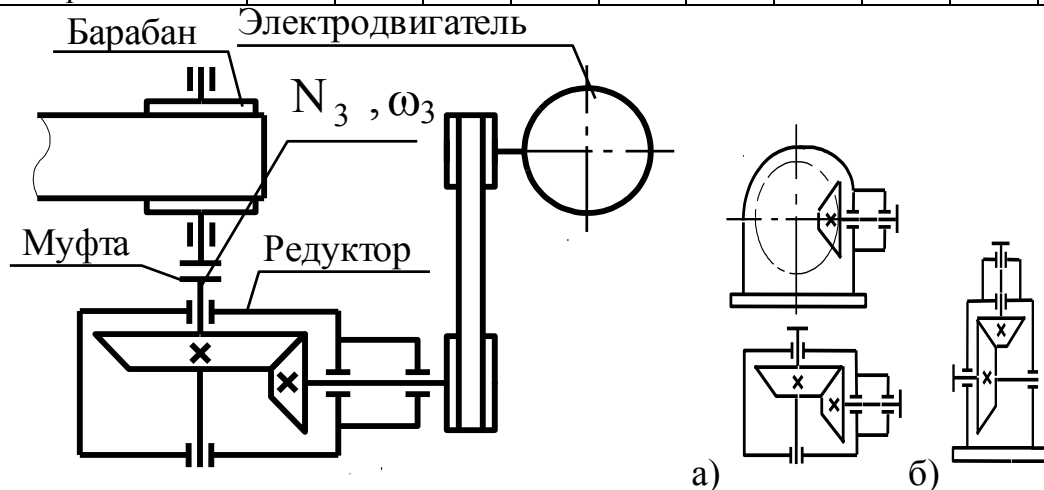

Рис. 3. Схема привода: а) редуктор с расположением валов в горизонтальной плоскости, б - в вертикальной
**Задание 2.** Спроектировать привод состоящий из одноступенчатого конического редуктора и ременной передачи (рис. 3). Редуктор реверсивный, валы на подшипниках качения. Мощность на валу колеса  $N_3$ , угловая скорость вращения колеса  $\omega_3$ , срок службы  $t$ . Ременная передача плоско- (П) или клиноременная (К). Исходные данные приведены в таблице 5.